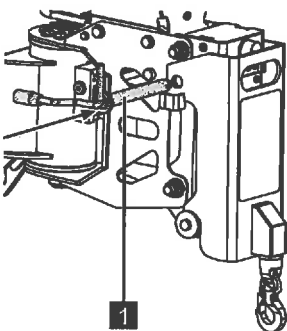

Abb. 149
3. Verriegelungsbolzen (Abb.149/1) einsetzen.